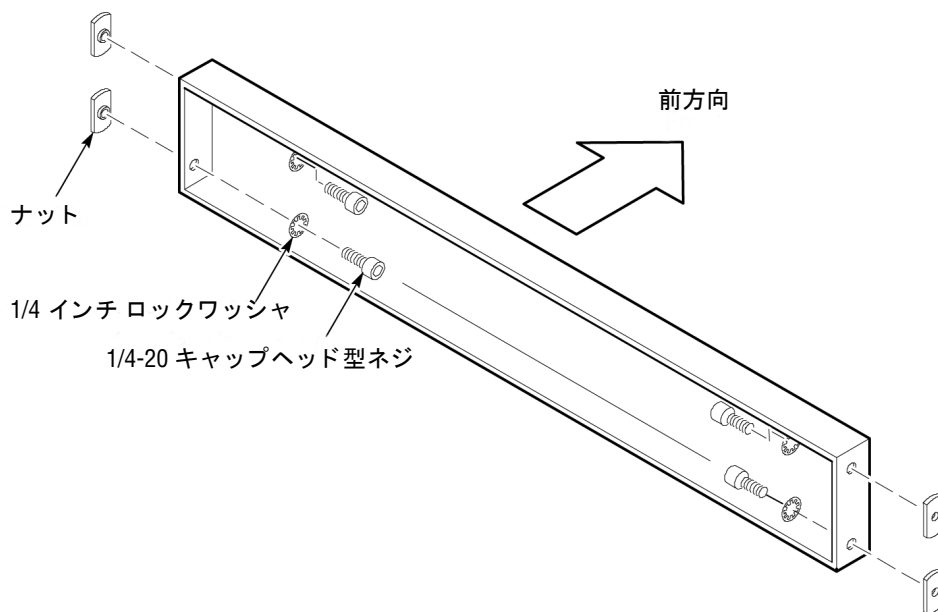

図 3: ストラットの準備
1. 図 3 に示すようにストラットを準備します。ストラットに対してナットを図に示す位置に固定します。ネジは固く締めずに緩めにしておきます。ナットを 1 回転以上締めないでください。